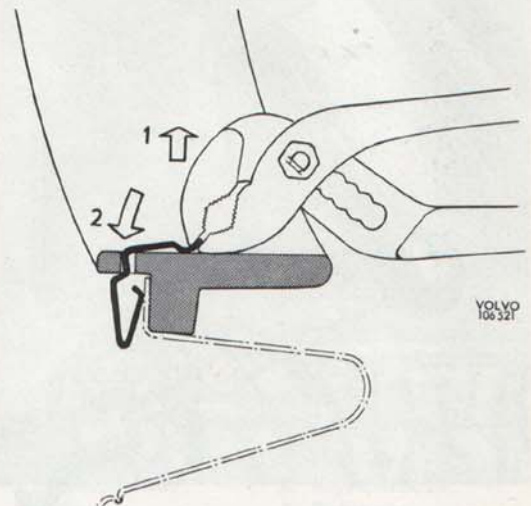

Bild 8-2. Demontering av kylarmaskering
1. Lossa de nedre klämmorna med lämplig tång (se bild 8-2).